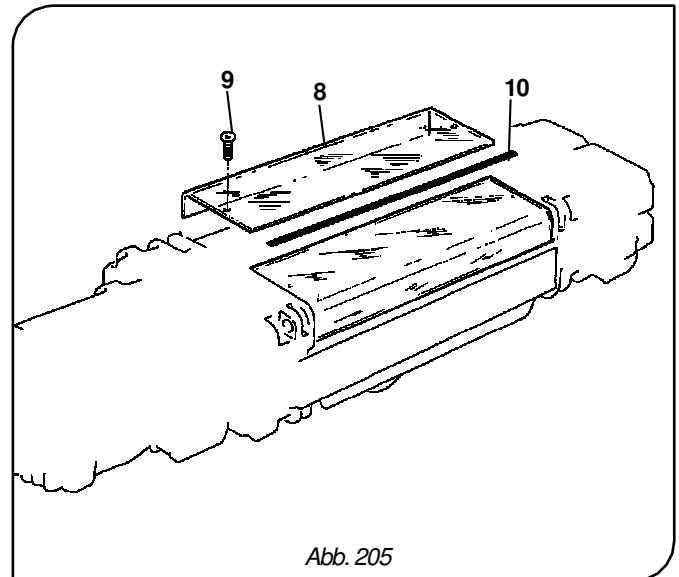

Abb. 205
12. Setzen Sie die Schutzabdeckung **-8-** auf der den Endschaltern gegenüberliegenden Seite wieder auf, indem Sie die Schrauben **-9-** fest anziehen. Achten Sie darauf, auch die Fugendichtungung **-10-** zwischen den beiden Hälften wieder einzusetzen (Abb. 205).
13. Setzen Sie die Schutzabdeckung **-8-** auf der den Endschaltern gegenüberliegenden Seite wieder auf, indem Sie die Schrauben **-9-** fest anziehen. Achten Sie darauf, auch die Fugendichtungung **-10-** zwischen den beiden Hälften wieder einzusetzen (Abb. 205).